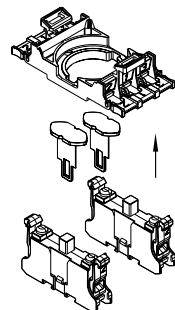

Fig. 4
- Prémontage des éléments de contact sur le support de contact (voir Fig. 4): Uniquement les positions extérieures sont prévues pour l'équipement*: